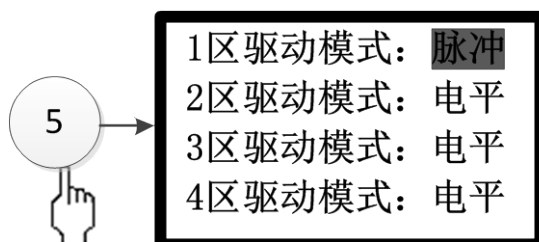

图 3-32
按下数字 5 键或光标移至⑤后按确认键，可进入阀门驱动方式界面(如图 3-32 所示)。按上下方向键选择分区，按左右方向键切换阀门驱动是“电平”还是“脉冲”方式，按“F1”键保存设置，保存后自动返回上级菜单。